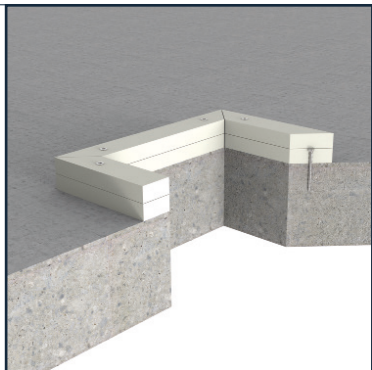

Abb. 1
- A** Wenn die Dicke der massiven Wand oder des massiven Bodens an den Durchführungen geringer ist als die erforderliche Mindesteinspritztiefe, Verkleidung (siehe Abb. 3) oder Rahmen (siehe Abb. 1 & 2) aus brennbaren Gipsplatten, Silikat- oder Kalziumsilikatplatten (Klasse A2-s1, d0 oder A1 gemäß EN 13501-1) müssen in die Dichtungen der Konstruktion eingebaut werden. Dadurch wird die Multifoam 2K muss über die erforderliche Mindesteinspritztiefe eingespritzt werden.
- A** Wenn die Dicke der Leichtbauwand an den Durchführungen geringer ist als die erforderliche Mindesteinspritztiefe, muss eine Verkleidung (siehe Abb. 3) oder Rahmen (siehe Abb. 1 & 2) aus brennbaren Gipsplatten, Silikat- oder Kalziumsilikatplatten (Klasse A2-s1, d0 oder A1 gemäß EN 13501-1) müssen in die Dichtungen der Konstruktion eingebaut werden. Dadurch wird die Multifoam 2K muss über die erforderliche Mindesteinspritztiefe eingespritzt werden.